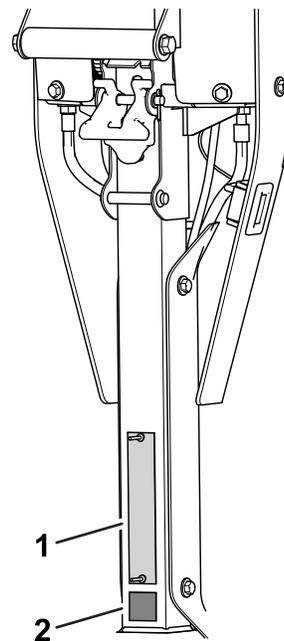

図 10
- シリアルプレートの下に CE デカルを貼りつける 図 10。